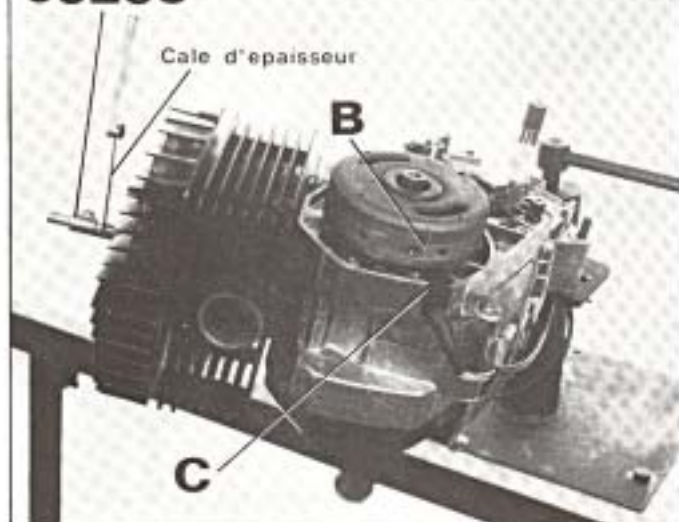

Fig. 10
- Visser l'outil de calage 69258 en lieu et place de la bougie (figure 10).